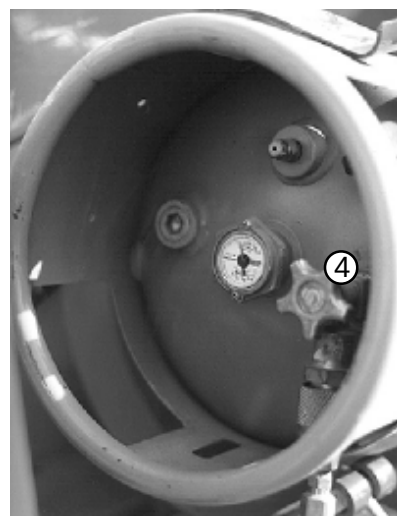

Fig. 8.5
4. För körning på gasol: Öppna kranen (4) (se fig. 8.5) på toppen av gasolflaskan fullt (vrid motsols så långt det går).